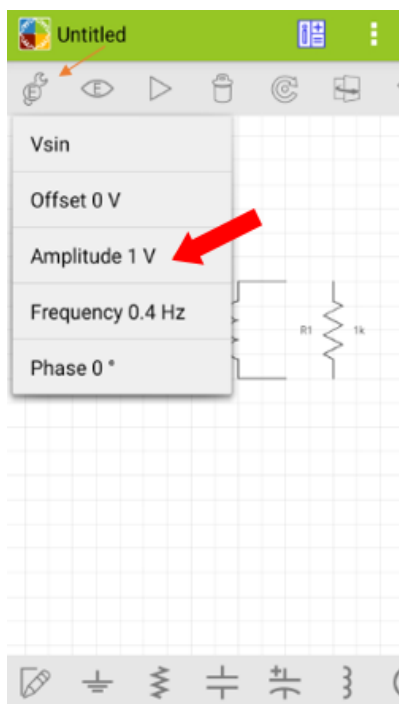

Figura 2.7
2.7 – Após a seleção dos componentes do circuito, é preciso configurá-los corretamente. Ao selecionar a fonte senoidal V1, é preciso tocar em PROPERTIES e, depois, em Amplitude 1 V (**Figura 2.7**).